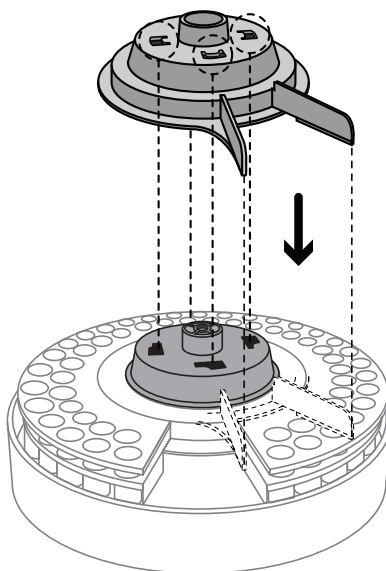

Figure 11 Placez la tourelle sur le moyeu de la tourelle.
- 4 Placez la tourelle sur le moyeu de la tourelle. Assurez-vous d'aligner les fentes du chapeau de la tourelle aux fentes du moyeu de la tourelle comme montré dans la Figure 11.